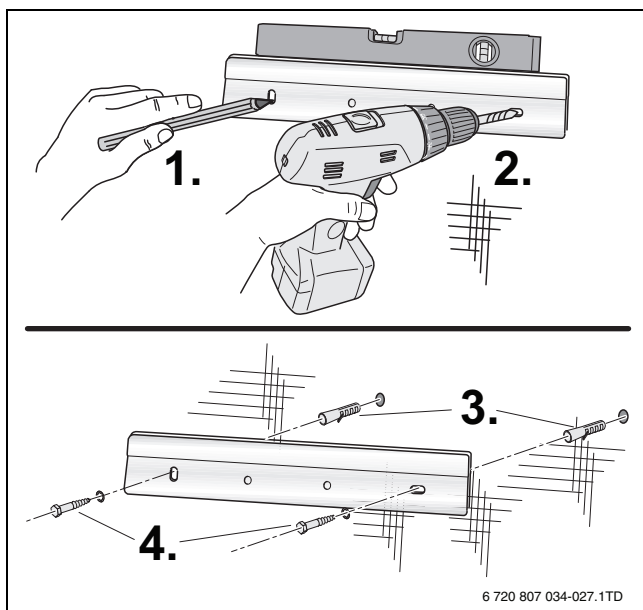

Fig. 10 Installation murale du rail de suspension
- ▶ Marquer les perforations à l'aide du rail de suspension fourni (→ fig. 10).